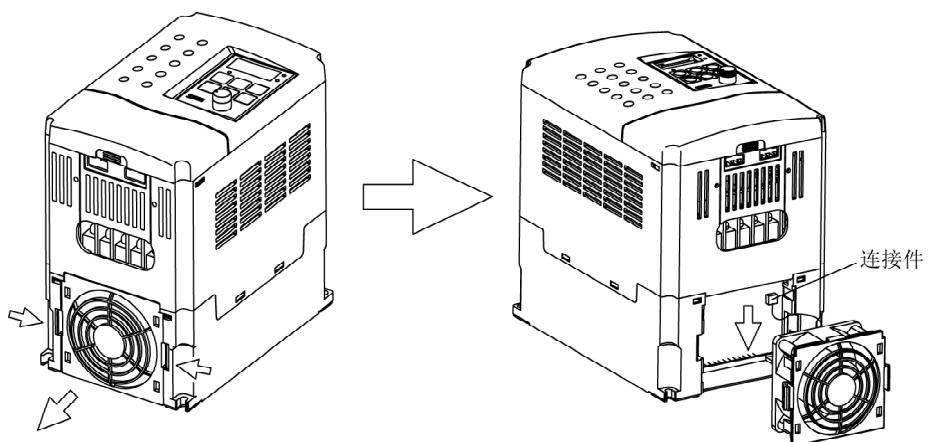

图10-1 风扇的拆卸
- 步骤1 拆下固定风扇的螺丝。(图10-1, 图10-2先拆下风扇盖)